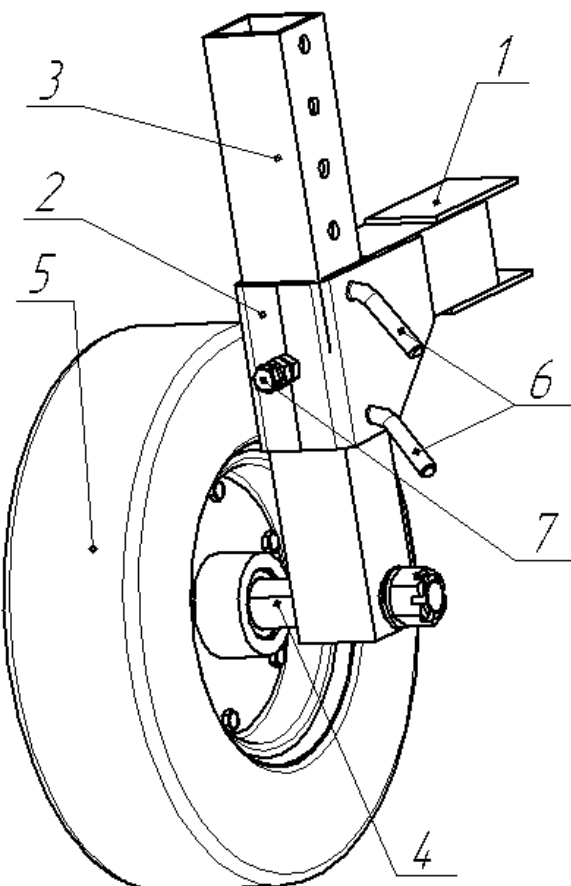

Рисунок 4 – Колесо опорное
2.7 Колеса опорные обеспечивают возможность передвижения машины в процессе работы. Колеса опорные состоят из пневматических колес и механизма регулировки положения колес относительно рамы машины для изменения высоты среза ботвы картофеля. Колесо опорное состоит из кронштейна 1, к которому приварена труба 2, внутри которой перемещается стойка 3 с прикрепленной осью 4 и колесом 5. Стойка 3 фиксируется в трубе 2 рукояткой 6 на необходимой высоте и зажимается винтом 7 (см. рис. 4).
5.1.1 Рукоятка 6 опорных колес (см. рис. 4) для регулирования высоты среза ботвы картофеля.
8.4.1 Установка осуществляется перемещением стойки 3 в трубе 2 (см. рис. 4). После проведения регулировки стойку следует застопорить рукояткой 6 и прижать винтом 7. Окончательную регулировку высоты среза производят при пробных заездах в поле.